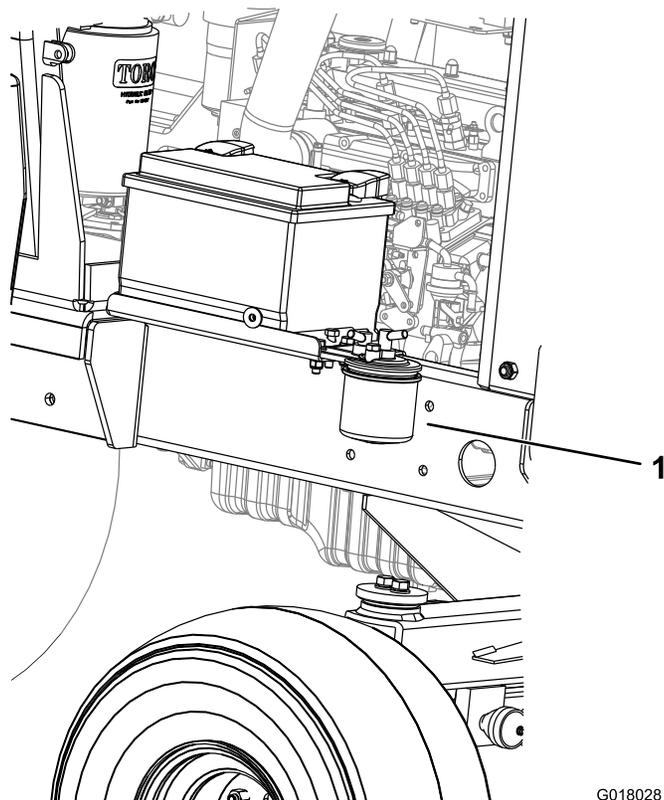

Figura 38
1. Mettete un contenitore pulito sotto la scatola del filtro del carburante (Figura 38).